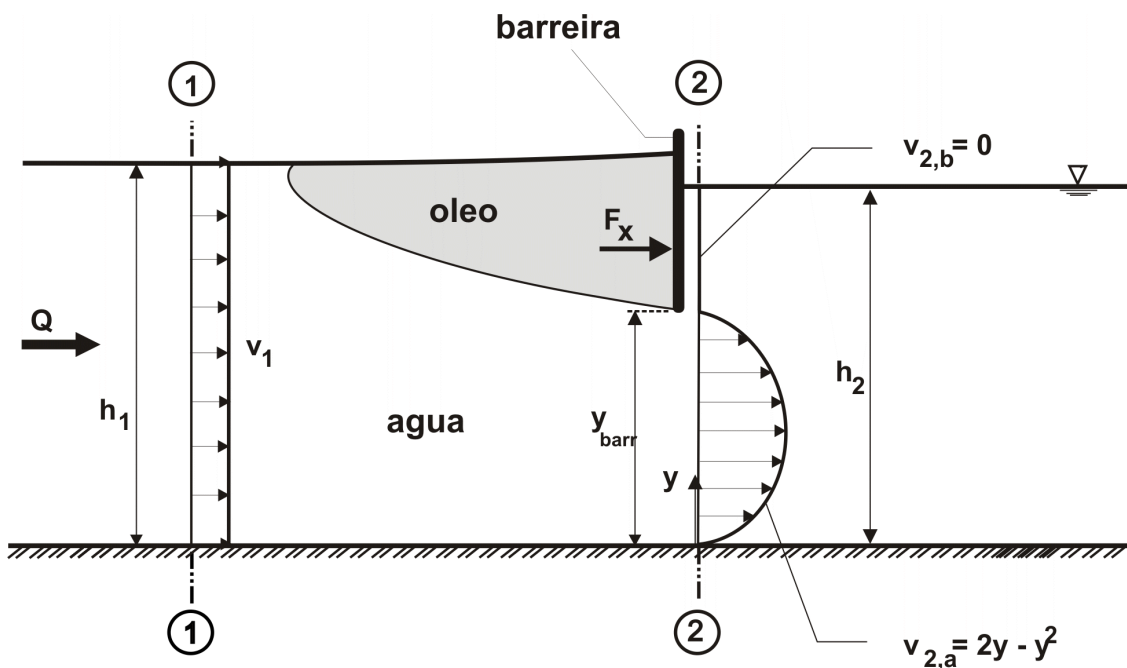

Fig. 6: Barreira de óleo
3. Numa barreira de óleo (Fig. 6) num rio deve ser calculada a força F_x por metro largura que atua na barreira. O nível na montante (secção 1) é $h_1 = 3\text{m}$ e a distribuição da velocidade na montante pode ser considerado uniforme $v_1 = \text{const.}$ A distancia entre o fundo e a barreira é $y_{\text{barr}} = 2\text{m}$. O nível na jusante (secção 2) é $h_2 = 2,95\text{m}$ e o perfil de velocidade tem uma parte em forma de uma parábola $v_{2,a} = 2y - y^2$ [m/s] de $y = 0$ a $y = y_{\text{barr}}$ e uma velocidade uniforme $v_{2,b} = 0$ de $y = y_{\text{barr}}$ a $y = h_2$. O escoamento é permanente e as distribuições de pressão nas secções 1 e 2 e nos dois lados da barreira podem ser consideradas hidrostáticas. O escoamento pode ser considerado sem atrito.